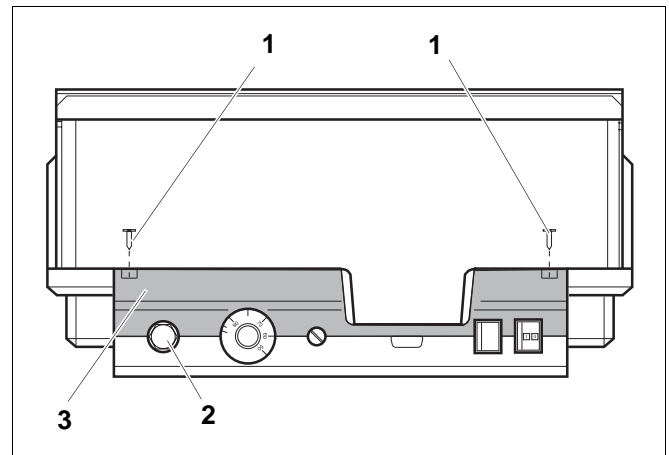

Abb. 2 Regelgerät
- Zur Einstellung der geforderten Temperaturen muss der Sicherheitstemperaturbegrenzer (STB) (Abb. 2, **Pos. 2**) aus dem Gehäuse herausgenommen werden.
- Um den Sicherheitstemperaturbegrenzer auszubauen, müssen die beiden Schrauben (Abb. 2, **Pos. 1**) herausgedreht werden.
- Nehmen Sie den Deckel (Abb. 2, **Pos. 3**) ab.
- Schrauben Sie die Schutzkappe (Abb. 2, **Pos. 2**) ab.